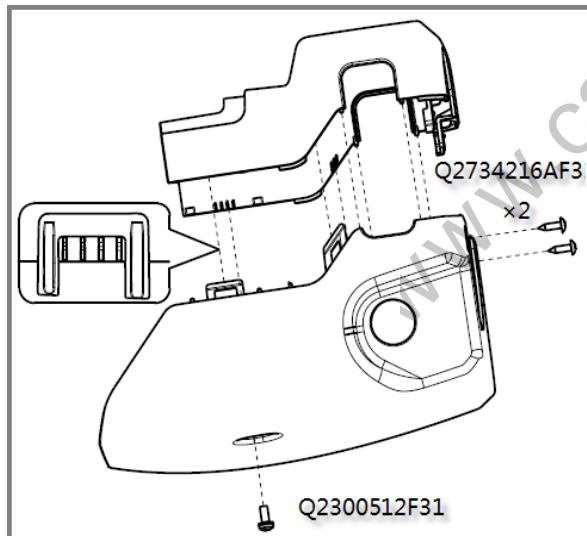

图 1.5.5 组合开关上下护板拆卸示意图
- (1) 拆卸前应先将组合开关上下护板调至角上轴下位置；
- (2) 用十字螺丝刀松掉图 1.5.5 中所示三处螺钉；
- (3) 双手分别抓住组合开关上下护板端面开口处，小心均匀用力，拆卸上下护板。